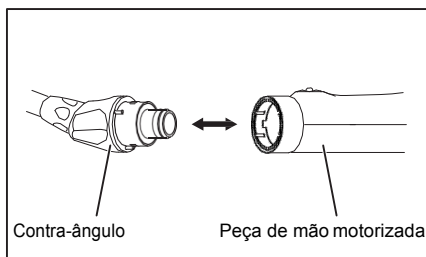

Fig. 7
- Para retirar a cabeça do contra-ângulo, puxe com um movimento axial (consulte Fig. 7).